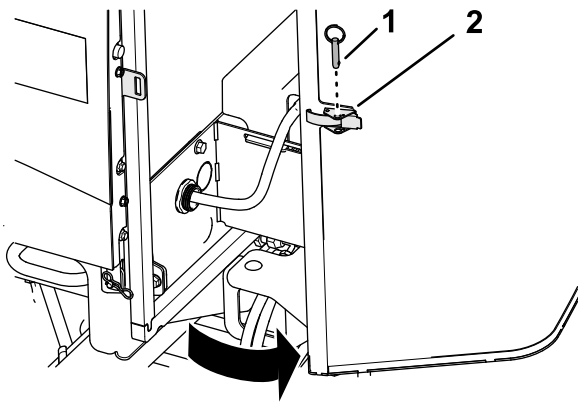

Figure 60
1. Retirez la goupille sphérique du verrou de la protection (Figure 60).